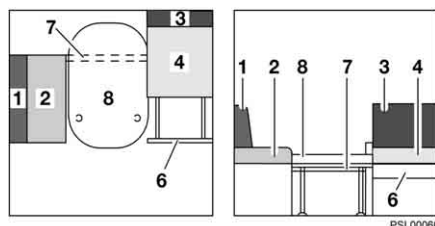
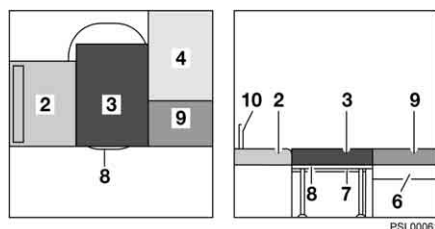

Fig. 47 Pendant la transformation
Fig. 48 Après la transformation
- Retirer la rallonge de la banquette (Fig. 47,6).
- Accrocher la barre du lit (Fig. 47,7) et la faire coulisser aussi loin que possible vers l'arrière.
- Placer le plateau de table (Fig. 47,8) avec les pieds d'appui montés entre les banquettes. Ce faisant, le plateau de table avec le côté sur lequel aucun pied d'appui n'est enfoncé doit reposer sur la barre du lit.
- Placer le coussin supplémentaire (Fig. 48,9) sur la rallonge de la banquette.
- Retirer le coussin de dossier (Fig. 48,3) de la banquette avant et le placer sur le plateau de table.
- Retirer le coussin de dossier (Fig. 47,1) de la banquette longitudinale du tube support (Fig. 48,10).
- S'il faut étendre la longueur utilisable de la surface de couchette, retirer le tube support (Fig. 48,10) de la banquette longitudinale.